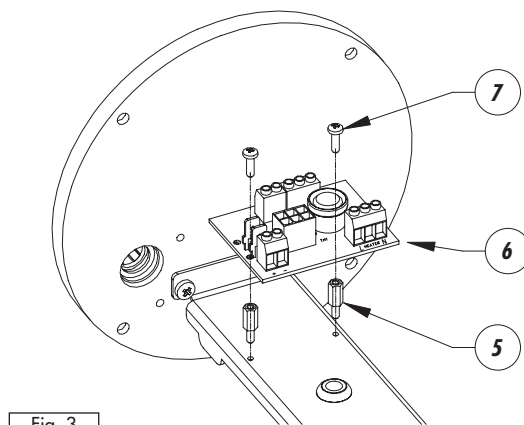

Fig. 3
- Montare (Fig. 3) il circuito d'appoggio (6) sulla slitta interna della custodia con i relativi distanziali (5) e le viti di fissaggio (7).
- Monter (Fig. 3) le circuit de soutien (6) sur la glissière interne du caisson avec les entretoises correspondantes (5) et les vis de fixation (7).
- Assemble (Fig. 3) the support circuit (6) on the inner slide of the housing using the related spacers (5) and the fastening screws (7).
- Die Trägerschaltung (6) mit den zugehörigen Abstandstücken (5) und Befestigungsschrauben (7) auf den internen Gehäuseschlitten montieren (Fig. 3).